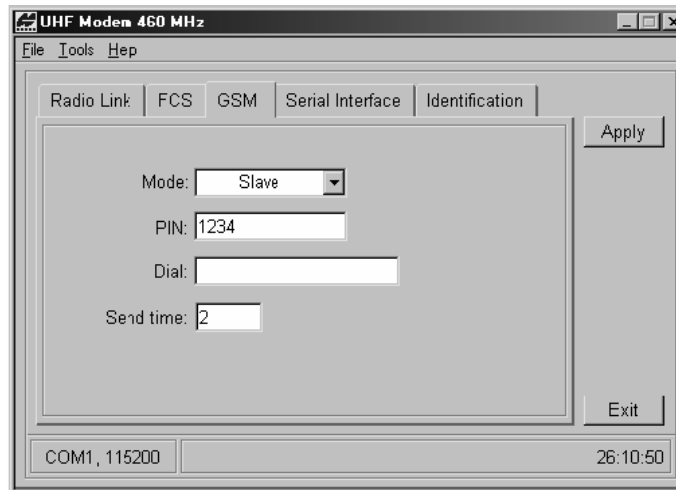

Рисунок 2-28. Пример выбора параметров GSM для базовой станции
5. На вкладке GSM (см. рис. 2-28 на стр. 2-38) введите следующие параметры: